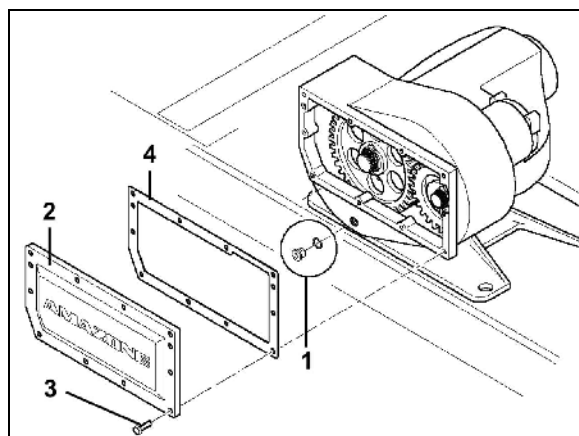

Fig. 46
Zum Austausch der Wechselzahnräder im Wechselradhauptgetriebe (Fig. 46) Bodenbearbeitungsmaschine, z.B. mit der Traktorhydraulik soweit anheben bis die Bodenbearbeitungsmaschine ca. 30° nach vorne geneigt ist. **Das Getriebeöl im Wechselradhauptgetriebe kann dann auch bei geöffnetem Getriebedeckel nicht austreten.**
Es besteht auch die Möglichkeit, den Ölspiegel durch Ablassen des Getriebeöles an der Ölablassschraube (Fig. 46/1) zu senken. Wenn dabei keine Schmutzpartikel in das Öl gelangen, kann das aufgefangene Getriebeöl nach dem Zahnradwechsel dem Getriebe durch den Öffnungskanal des Ölpeilstabes wieder zugeführt werden.
Vor dem Entfernen des Getriebedeckels (Fig. 46/2) Traktorzapfwelle ausschalten, Traktormotor abschalten und Zündschlüssel abziehen!
1. Skt.-Schrauben (Fig. 46/3) vom Getriebedeckel (Fig. 46/2) lösen
7. Getriebedeckel (Fig. 46/2) mit Deckeldichtung (Fig. 46/4) am Getriebegehäuse anschrauben.